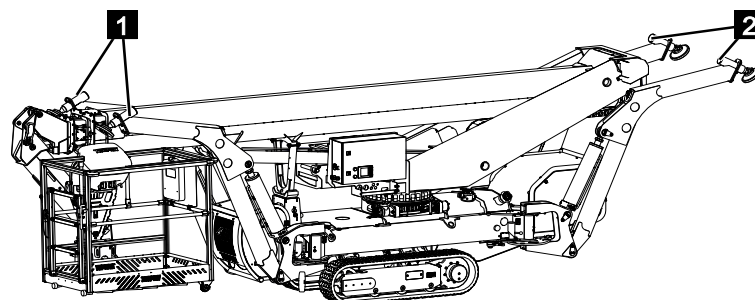

Fig. 148
- Les appuis un et quatre (Fig.148/1) se trouvent en position de transport 1.
- Les appuis deux et trois (Fig.148/1) se trouvent en position de transport 2.